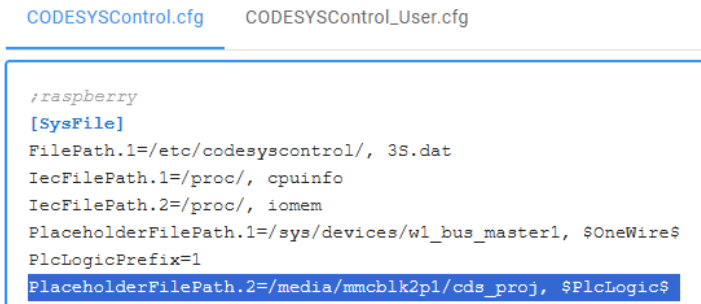

Рис. 3.89. Редактирование конфигурационного файла
3. Найдите блок [SysFile] и в конце блока допишите строку (см. рис. 3.89):